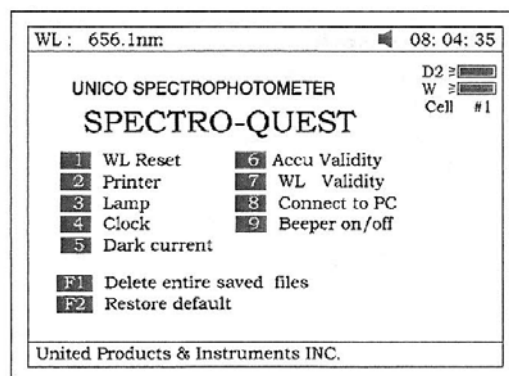
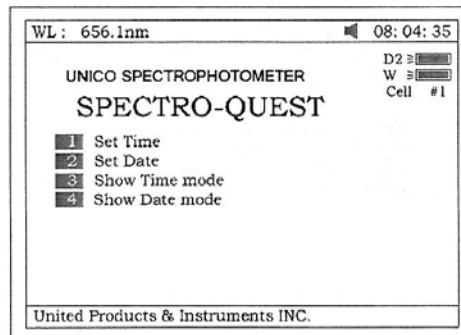
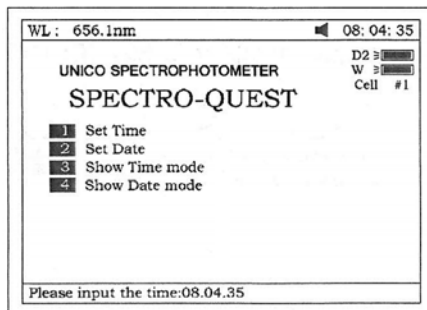
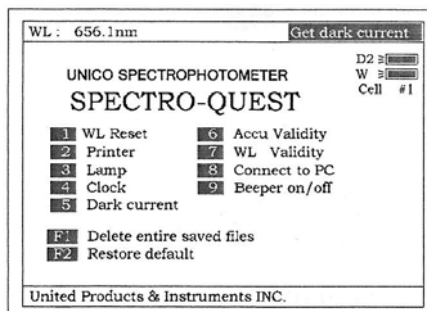

Fig 73
Fig 85
Fig 86
Fig 88
Presione [7] en el menú principal para “Utility” (Fig 73). [ESC/STOP] para salir.
Presione [4] en la Fig 73 para ajustar el modo de despliegue y modificar el reloj (Fig 85).
1. Presione [1] en la Fig 85 para modificar la hora empleando el teclado numérico (Fig 86).
2. Presione [2] en la Fig 85 para modificar la fecha empleando el teclado numérico.
3. Presione [3] en la Fig 85 para ajustar el despliegue de la fecha en el tope de la esquina derecha de la pantalla.
4. Presione [4] en la Fig 85 para ajustar el despliegue de la hora en el tope de la esquina derecha de la pantalla.
Presione [5] en la Fig 73 para obtener la corriente oscura (Fig 88).
Presione [6] en la Fig 73 para hacer la validación de exactitud (Fig 89). [ESC/STOP] para salir.